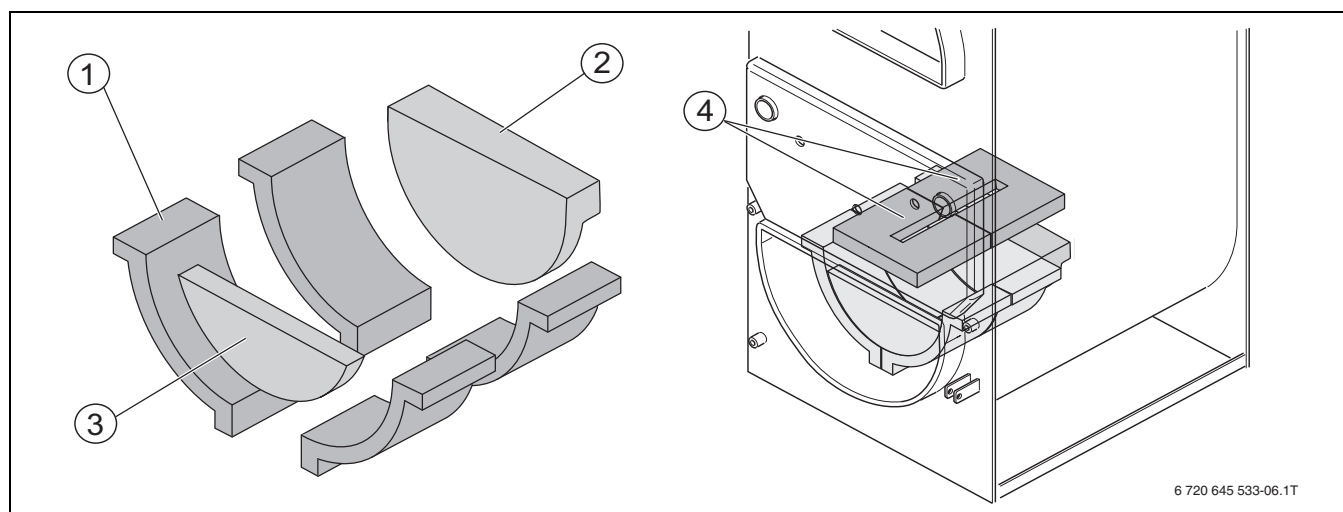

Fig. 32 Posizione dei mattoni refrattari nella camera di combustione
- Riposizionare i mattoni refrattari al loro posto (→ fig. 32, [1-4], pag. 28).
- Accertarsi che la sostituzione della piastra forata in ceramica (→ fig. 32, [4], pag. 28) venga eseguita esclusivamente da personale esperto.